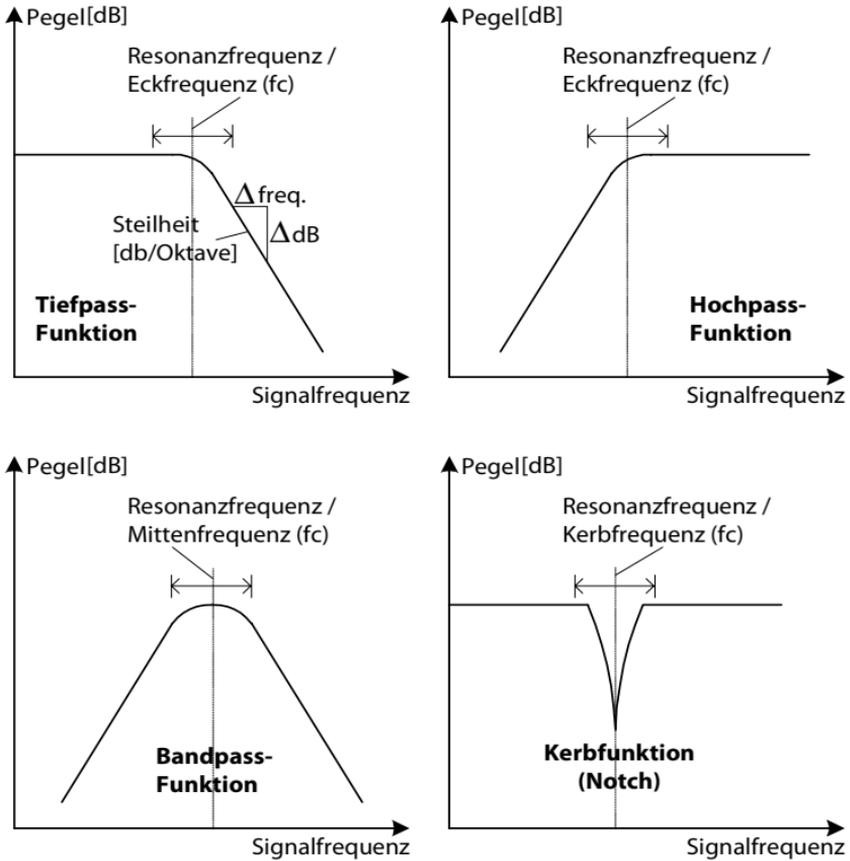

Abb. 4
**FREQ:** Die Einflussgrößen, die auf den VCF Parameter FREQ wirken, verändern die *Resonanzfrequenz*, auch als cutoff-Frequenz ( $f_c$ ) bekannt. Das ist die, je nach eingestelltem Filtertyp, markante Frequenz, bei der zum einen die Resonanz-Betonung bis hin zur Selbstoszillation stattfindet und auch die Frequenz, bei der Tief- und Hochpässe durchlässig werden (Eckfrequenz) bzw. Bandpässe ihr Maximum haben (Mittenfrequenz). Das Potentiometer *Freq* erlaubt einen Einstellbereich von 2 Hz bis 35 kHz, durch Hinzunahme weiterer externer Steuergrößen können maximal 40 kHz erreicht werden, nach unten sind praktisch keine Grenzen gesetzt (z.B. 0.1 Hz). Abb. 4 zeigt die vier Grundtypen von Filterfunktionen und die Rolle der hier beschriebenen *Resonanzfrequenz*.
Das sind Filtertypen, die bei der Resonanzfrequenz ihre maximale Durchlässigkeit haben und alle anderen Signalanteile ober- und unterhalb der Resonanzfrequenz bedämpfen (s. Abb. 4).
Das sind Filtertypen, die Signalanteile oberhalb der Resonanzfrequenz ungehindert passieren lassen und unterhalb dieser bedämpfen (s. Abb. 4).
Das sind Filtertypen, die Signalanteile unterhalb der Resonanzfrequenz ungehindert passieren lassen und oberhalb dieser bedämpfen (s. Abb. 4).
Dies sind Filtertypen, die im wesentlichen alle Frequenzen passieren lassen, jedoch Einfluss auf ihre Phase haben und auch bei einer einzelnen Frequenz Auslöschungen verursachen können, was z.B. für ein Notchtyp charakteristisch ist (s. Abb. 4).